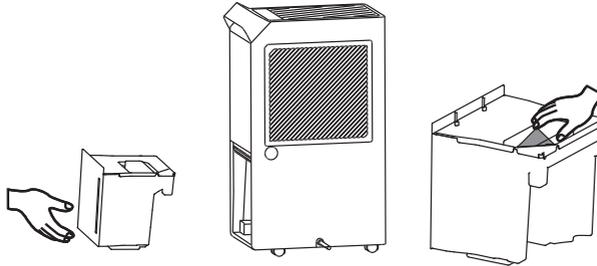

Рис. 3.
**А. Слив вручную** (Рис. 3). Опорожните резервуар для воды вручную.